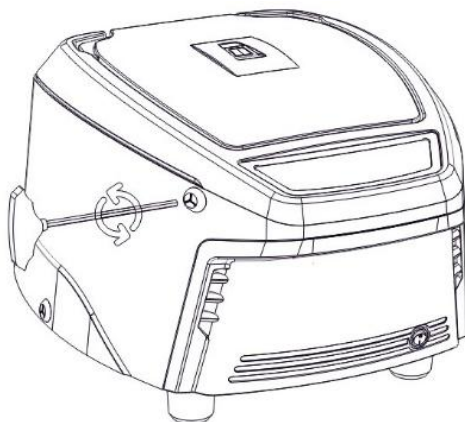

Рисунок 7
3. Вставьте Т-образный шестигранный ключ в резиновую втулку (Рисунок 7) так, чтобы он вошёл в шлиц защёлки.